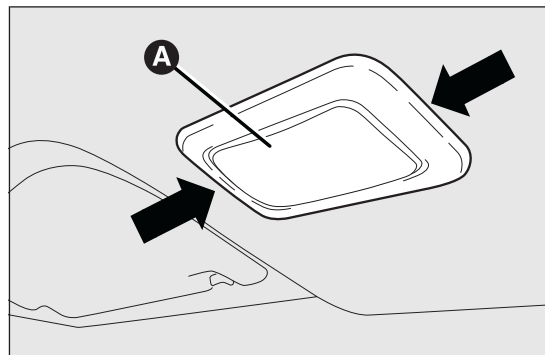

fig. 157
- ☐ estrarre la plafoniera A fig. 157 agendo nei punti indicati dalle frecce;